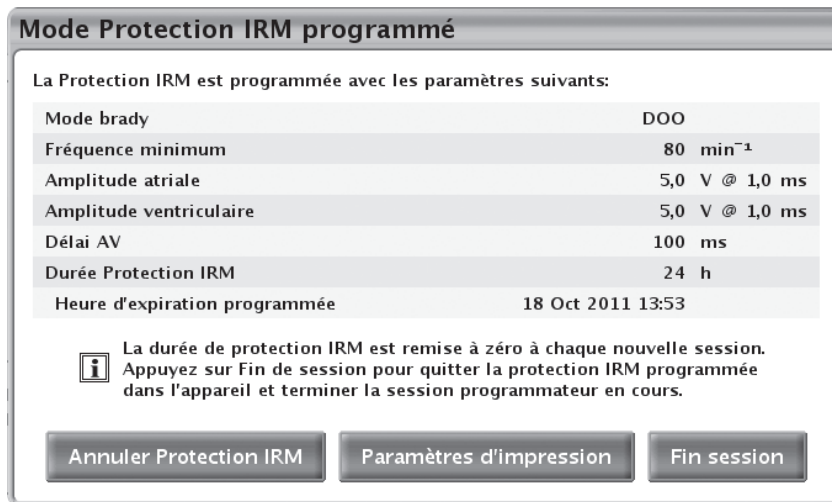

Figure 2–11. Mode Protection IRM programmé (Annuler Protection IRM)
- Sélectionner le bouton Annuler Protection IRM de l'écran Mode Protection IRM programmé (Figure 2–11 Mode Protection IRM programmé (Annuler Protection IRM) en page 2-18)
Après l'annulation par l'utilisateur du mode Protection IRM, le PEM naviguera automatiquement vers l'écran Tests de la sonde et invitera l'utilisateur à effectuer les tests de sonde suivants (Figure 2–12 Boîte de dialogue Protection IRM annulée en page 2-18) :